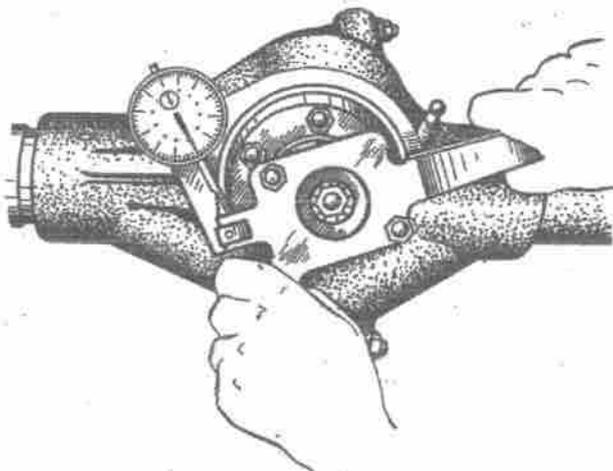

Bild 166. Prüfen des Flankenspiels in der Verzahnung zwischen Antriebsritzel und Tellerrad
2. Flankenspiel in der Verzahnung des Antriebsritzels mit dem Tellerrad messen, welches im Bereich von 0,2...0,6 mm liegen soll. Das Spiel messe man am Radius 40 mm des Antriebsritzelflansches (Bild 166).